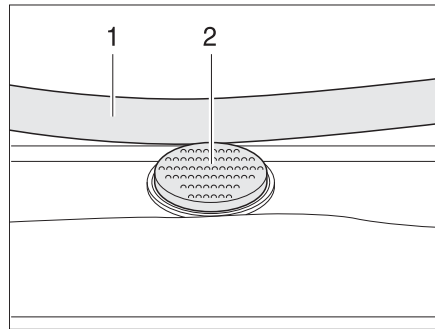

Fig. 83 Bouton de sûreté sur le lanterneau Heki
- Appuyer sur le bouton de sûreté (Fig. 83,2) et tirer l'étrier (Fig. 83,1) vers le bas avec les deux mains.
- Pousser l'étrier vers le haut avec les deux mains jusqu'à ce que ce dernier se trouve au-dessus du bouton de sûreté (Fig. 83,2).